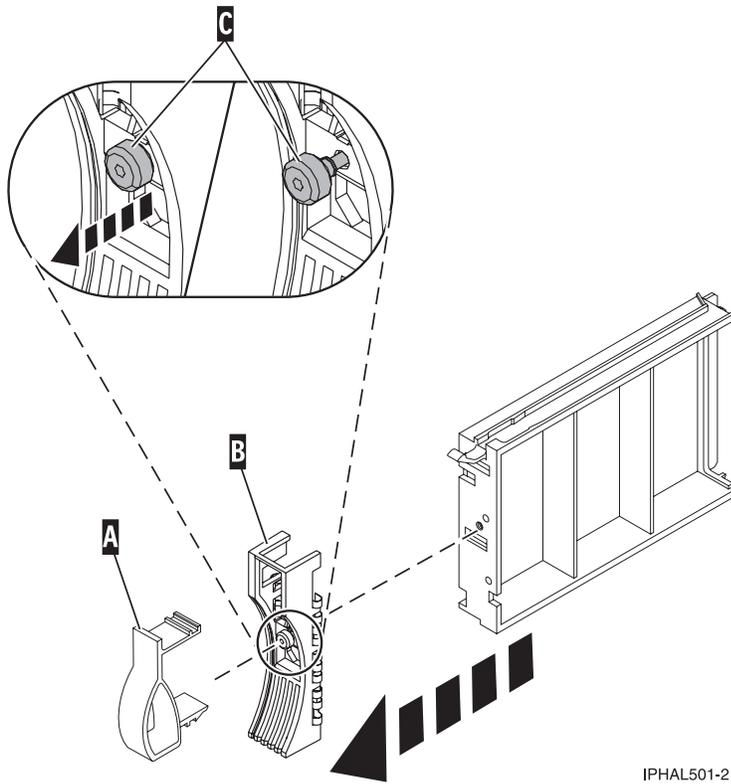

Figure 47. Retrait du panneau frontal d'une unité de disque
1. A partir de l'unité de disque ou de l'obturateur d'unité de disques retiré, retirez doucement le loquet du panneau frontal de l'unité de disque (**A**) du bord avant de l'obturateur (voir figure 47, à la page 61.)